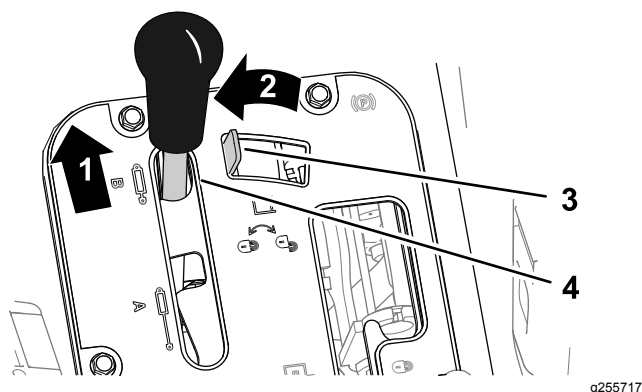

Figura 36
1. Spingete in avanti la leva di sollevamento idraulico (Figura 36).
2. Spostate il bloccaggio del sollevamento idraulico a sinistra per innestare il bloccaggio (Figura 36).